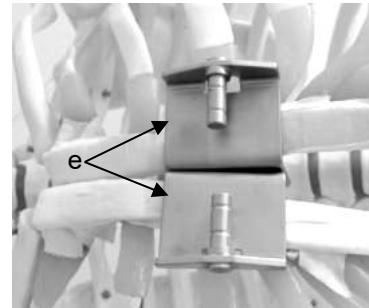

Abb. 11a
- 7 Nach Maßgabe von OP-Zweck und verfügbarem Montageraum können die Blätter entweder vor oder auch nach Einbringen in den Sägespalt mit dem Spreizerrahmen verbunden werden. Letztere Option ist v. a. bei Z-Schnitt-Sternotomie die Regel. Empfohlene Vorgehensweise: Die beiden Blätter (e) MRY-2, die eine extrem kleine 'Unterlippe' aufweisen, nacheinander in den Sägespalt einfügen (vgl. Abb. 11a).